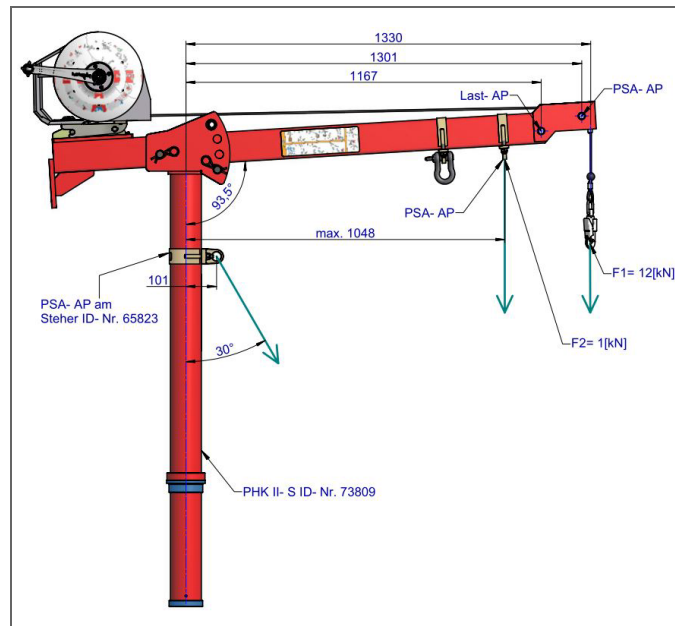
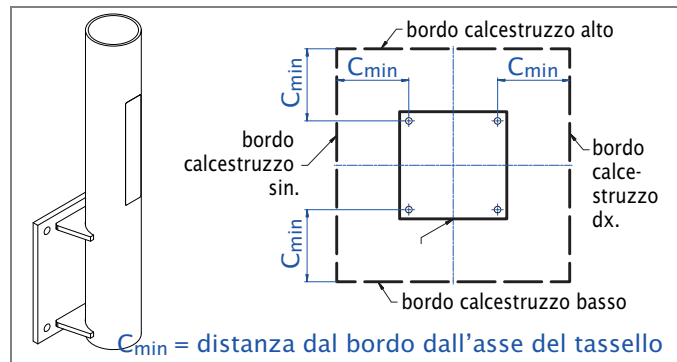

Fig. 10 Carichi massimi sulla gru per persone
Fig. 12 Distanze minime dal bordo per supporto da parete
Rispettare le indicazioni di montaggio incl. Fig. 10 - Fig. 12 sulle prossime pagine!
- Supporto da parete: vedi Pagina 30, Fig. 12
- Forze come da disegno accanto (Fig. 10)
- La superficie di appoggio, l'ancoraggio chimico in cartuccia e le barre di ancoraggio devono resistere senza cedere ai carichi indicati nel disegno accanto (Fig. 10).